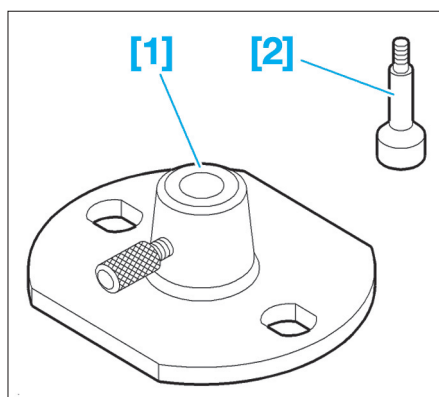

FIG. 14
- [1]. Support de comparateur (Fig.14).